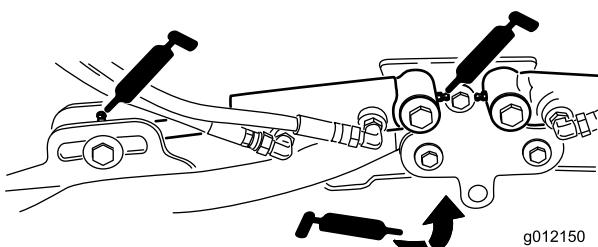

Рисунок 48
- Цилиндры подъемных рычагов режущего блока (по 2 шт.) (Рисунок 48).